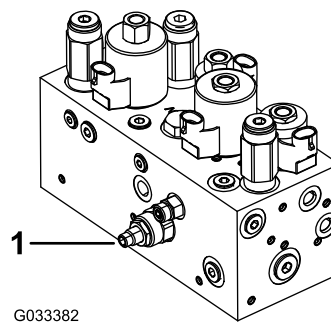

Figure 47
Le circuit de levage/abaissement des unités de coupe de cette machine est muni d'un régulateur de débit (Figure 47). Celui-ci est ouvert en usine d'environ 3 tours. Cependant, un réglage est parfois nécessaire pour compenser les différences de températures de liquide hydraulique, de vitesses de tonte, etc.
1. Soulevez le siège et trouvez le régulateur de débit du cadre de traction central (Figure 47) situé sur le côté du collecteur hydraulique.